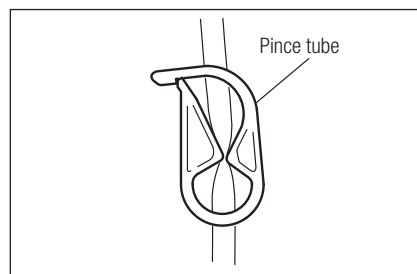

Fig. 12
- 1) Fermez la pince du tube entre l'aiguille du tube d'irrigation et la pompe d'irrigation, comme l'illustre la Fig.12.